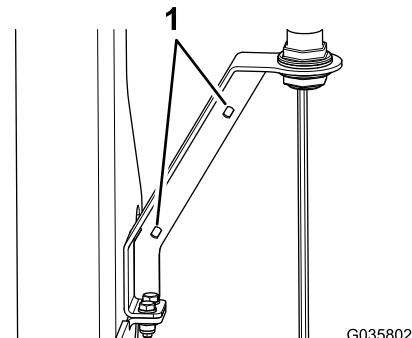

Figura 8
9. Inserte una brida a través de cada uno de los 2 taladros del soporte de la baliza (Figura 8), y fije el cable.